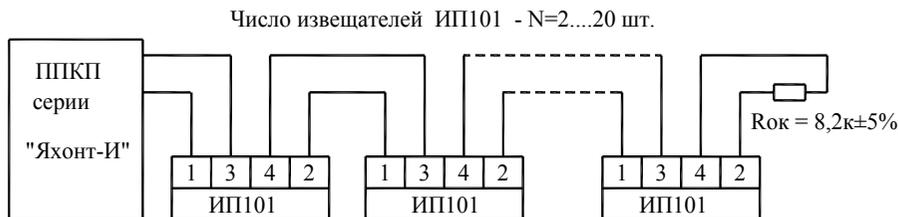

Рис.7.1. Схема подключения извещателей ИП101 к приборам серии «Яхонт И»
8.3.4 Монтаж шлейфа сигнализации осуществляется в соответствии со схемой, указанной для конкретного ППКП. Для приборов серии «Яхонт-И» монтаж проводить в соответствии со схемой **рис. 7.1**.